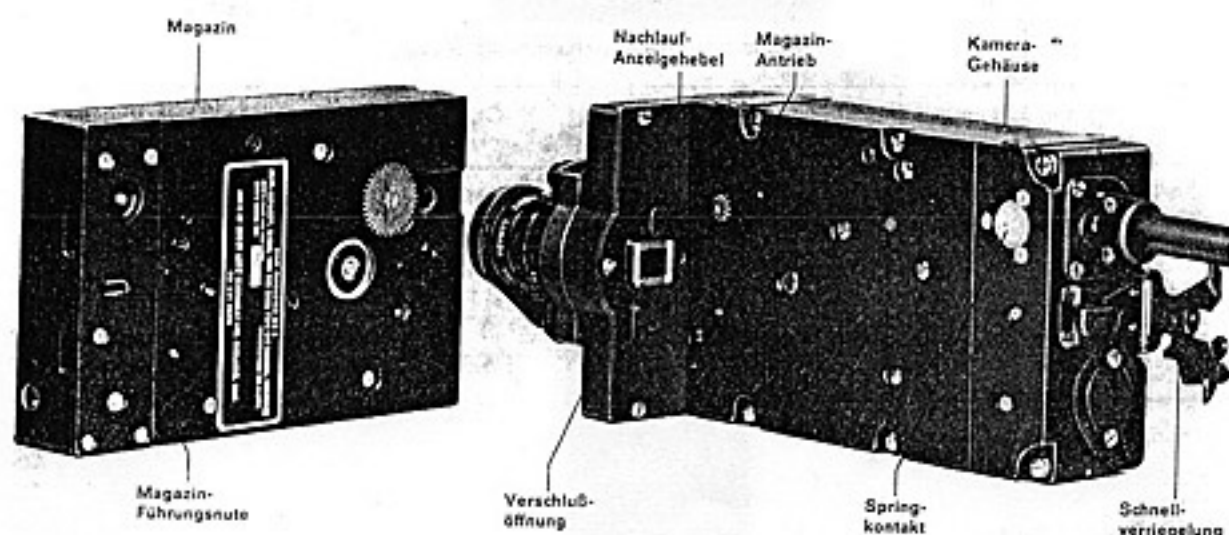

Abb. 1-3. Filmmagazin mit Kameragehäuse.
1-11. Die N-9-Kamera besteht aus dem Kameragehäuse und dem Magazin. (Abb. 1-3). Beim Verriegeln des Magazins an das Kameragehäuse wird das Antriebszahnrad von der Kamera mit dem Übertragungszahnrad am Magazin gekoppelt. Beim Lauf der Kamera wird der Film durch diese Zahnräder über Filmrollen und Filmtransportwalzen durch das Magazin geführt. Ein Filmtransporthebel, der aus dem Kameragehäuse herausragt, setzt sich beim Verriegeln (des Magazins an die Kamera) durch einen Ausbruch im Magazingehäuse in die Perforation des Filmes ein und bestimmt somit durch seine Förderfähigkeit die genaue Bildfolge.
Kabel, welches sich am Kameragehäuse befindet. Ein Springkontakt stellt die elektrische Verbindung zwischen Kamera und Magazin im verriegelten Zustand her. Dieser Springkontakt läßt ein Ansetzen und Abnehmen des Magazins bei elektrischer Spannung zu. 1-13. In dem Magazin (Abb. 1-3.) befindet sich eine Filmführungseinrichtung in Verbindung mit einer Filmdruckplatte. Diese Einrichtung hat die Aufgabe, den Film auf die Filmbahnebene zu drücken und an der Bildfensteröffnung vorbeizuführen. Ein Zählwerk, das sich ebenfalls im Magazingehäuse befindet, zeigt die unbelichtete Filmlänge an.
- i) Bevor das Magazin mit der Kamera verriegelt wird, werden die beiden Gleitbahnen unmittelbar an der Bildfensteröffnung gereinigt. (Abb. 1-3.) Das Magazin wird mit seinem Verriegelungsstift in die Bohrung der Bildfensteröffnungsplatte geschoben und dann gegen den Kamerakörper gedrückt und durch die Schnellverriegelung mit der Kamera fest verbunden.